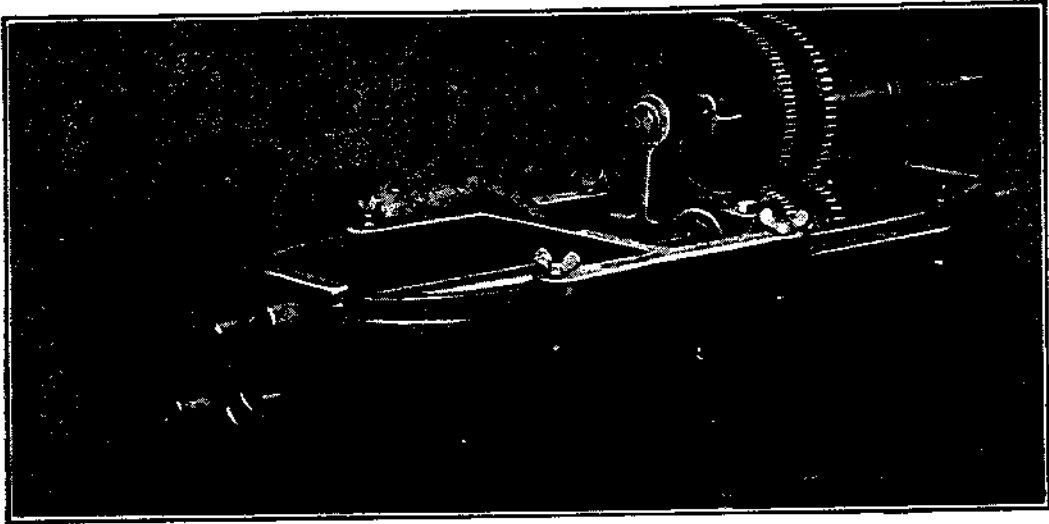

Fig. 153
**234** — Pour s'assurer que les paliers soient alésés tout au même niveau, employer un montage qui s'adapte dans les trous de l'arbre à cames à chaque extrémité du bloc. Il doit avoir un dispositif permettant de l'actionner par une perceuse électrique. Si l'on ne dispose pas d'une perceuse électrique, se servir d'une manivelle de la façon indiquée par la fig. 153.